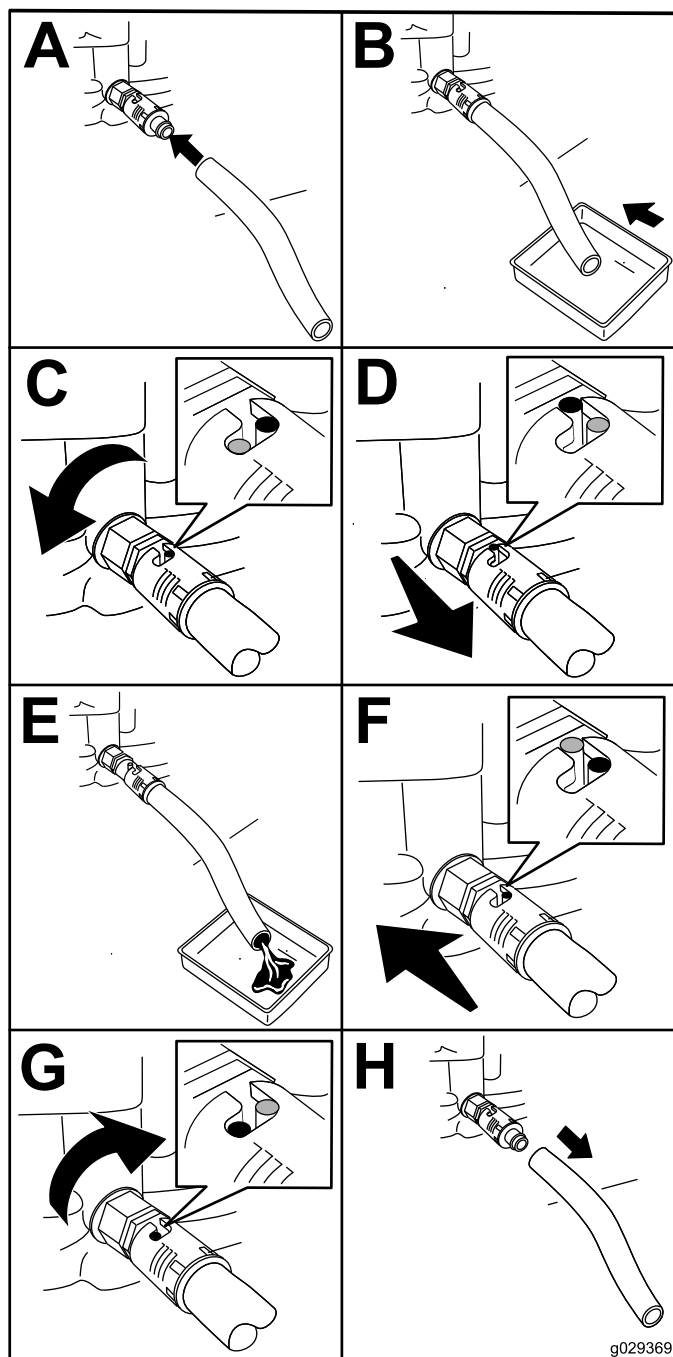

图 30
1. 将排油软管安装到排放阀上 图 30。
2. 将油管的另一端 图 30放入容量为 1L 的放油盘。
3. 将机油排放阀逆时针转动 1/4 圈等机油完全排出 图 30。
4. 然后将机油排放阀顺时针转动 1/4 圈以关闭阀门 图 30。
5. 卸下排放软管 图 30并擦拭掉溢出的机油。